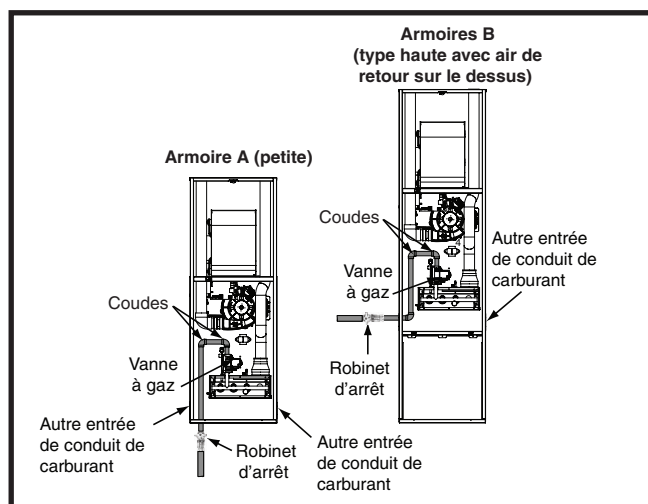

Figure 18. Raccords de gaz typiques
- Certaines réglementations locales exigent l'installation d'un robinet d'arrêt principal manuel et d'un raccord-union de mise à la terre à l'extérieur de la fournaise, comme indiqué à la Figure 18. Le robinet d'arrêt doit être facilement accessible pour l'entretien ou l'utilisation d'urgence. Communiquez avec le service public local ou le fournisseur de gaz pour connaître les exigences supplémentaires relatives à l'emplacement du robinet d'arrêt de gaz principal manuel.
La fournaise est installée avec une entrée de gaz à la base. Au moment de raccorder l'alimentation en gaz, prévoyez un dégagement entre la conduite d'alimentation de gaz et le trou d'entrée dans le boîtier de la fournaise pour éviter les bruits non désirés ou les dommages à la fournaise. Raccordements de gaz typiques, comme indiqué à la Figure 18.